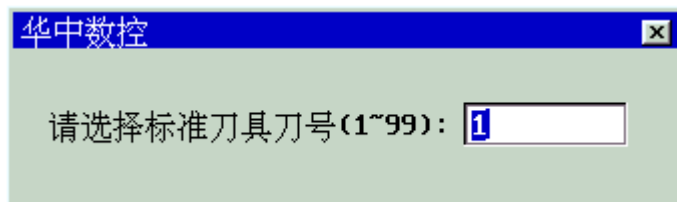

图 4.3.2 输入标准刀具刀号
- (2) 按 **F7** 键,弹出如图 4.3.2 所示输入框;